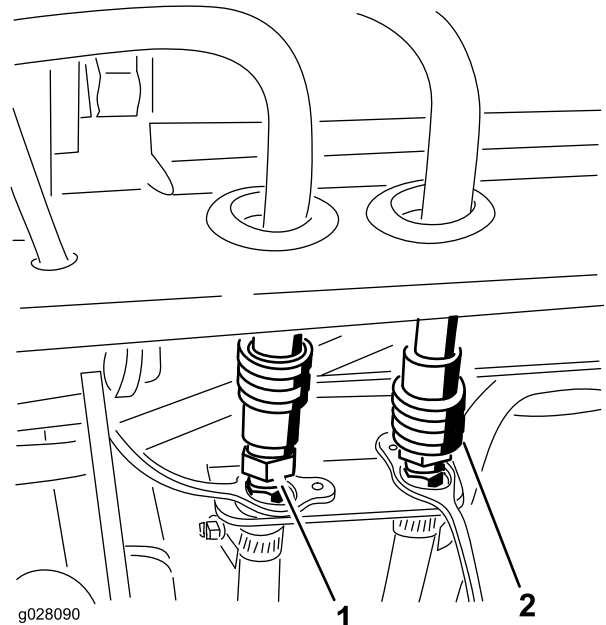

Figura 124
54. Conecte las mangueras de presión y de retorno de la cabina a los acoplamientos rápidos del soporte del bastidor trasero (Figura 124).